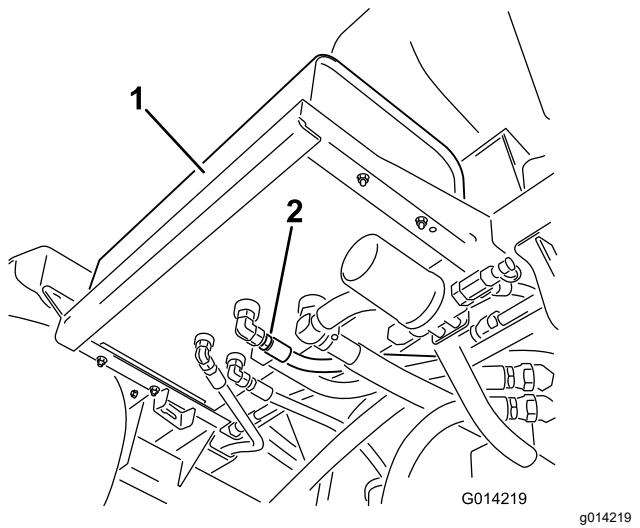

Figure 111
2. Nettoyez la surface autour d'un raccord de flexible hydraulique au bas du réservoir d'huile hydraulique (Figure 111).
4. Débranchez le raccord de flexible du réservoir et vidangez l'huile dans le bac de vidange (Figure 111).